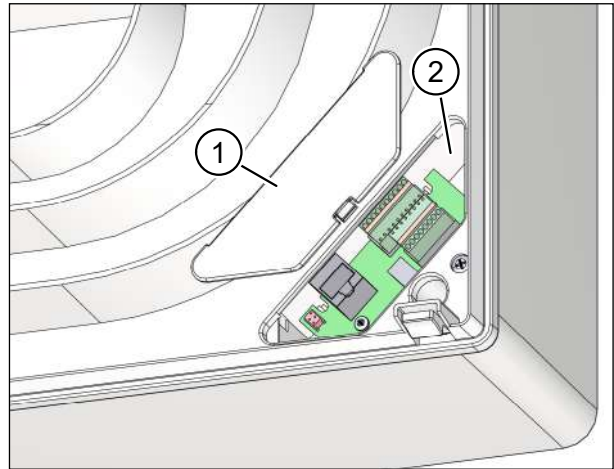

Abb. 36: Netzwerkdeckel aufsetzen
- ▶ Setzen Sie den Netzwerkdeckel (Pos. 1 in Abb. 36) auf die Öffnung (Pos. 2 in Abb. 36) und rasten Sie ihn ein.